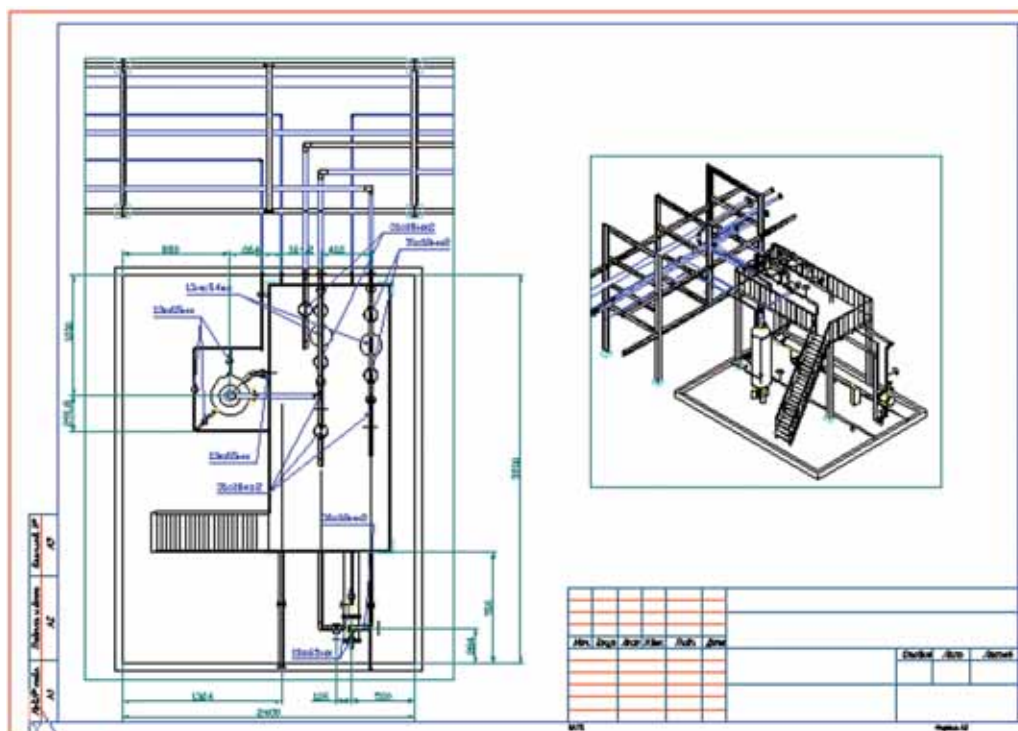

Рис. 15. Компоновка листа
- расположить вид на листе с форматом (рис. 15).